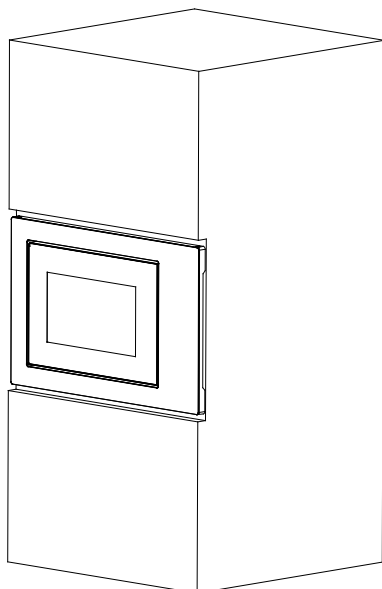

Fig. 2
- b) Poussez le four à micro-ondes à fond. (Fig. 2)